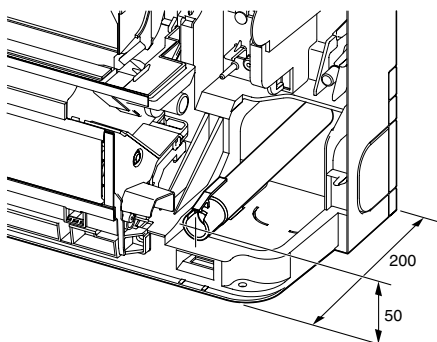

Fig. 5-3
- Για την όδευση της σωληνώσης αποστράγγισης, βεβαιωθείτε ότι ο σωλήνας αποστράγγισης είναι τοποθετημένος όπως δείχνει η εικόνα. (Fig. 5-3)